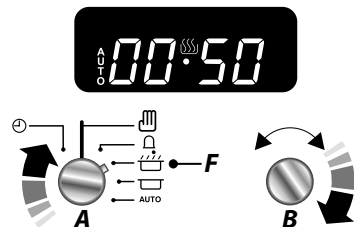

Fig. 3.6
2. Tournez le bouton de la minuterie (A) sur le réglage Heure d'arrêt (G) (Fig. 3.6). L'affichage indique alors l'heure actuelle plus le temps de cuisson que vous avez sélectionné.